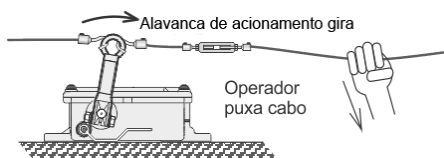
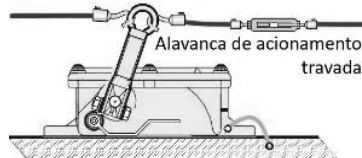

Fig. 8 - Acionamento da emergência
Fig. 9 - Chave travada na emergência
• Quando se detectar uma **situação de emergência**, o operador no local, com uma única ação, deverá **puxar o cabo em qualquer direção** (Fig. 8). A alavanca de acionamento da chave de emergência será deslocada, girando e travando na posição mostrada na Fig. 9. Quando a alavanca de acionamento está travada, os contatos internos estão comutados.